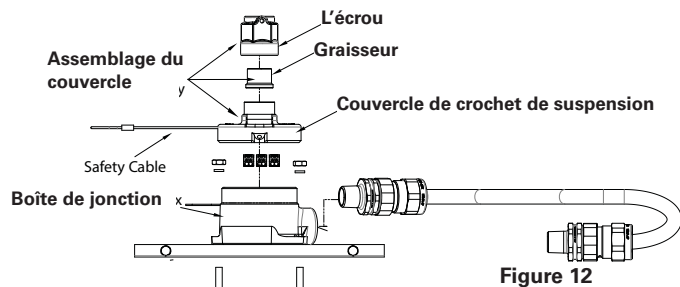

Figure 12
10. Retirer le couvercle du crochet de suspension de la boîte de jonction (voir la figure 12).